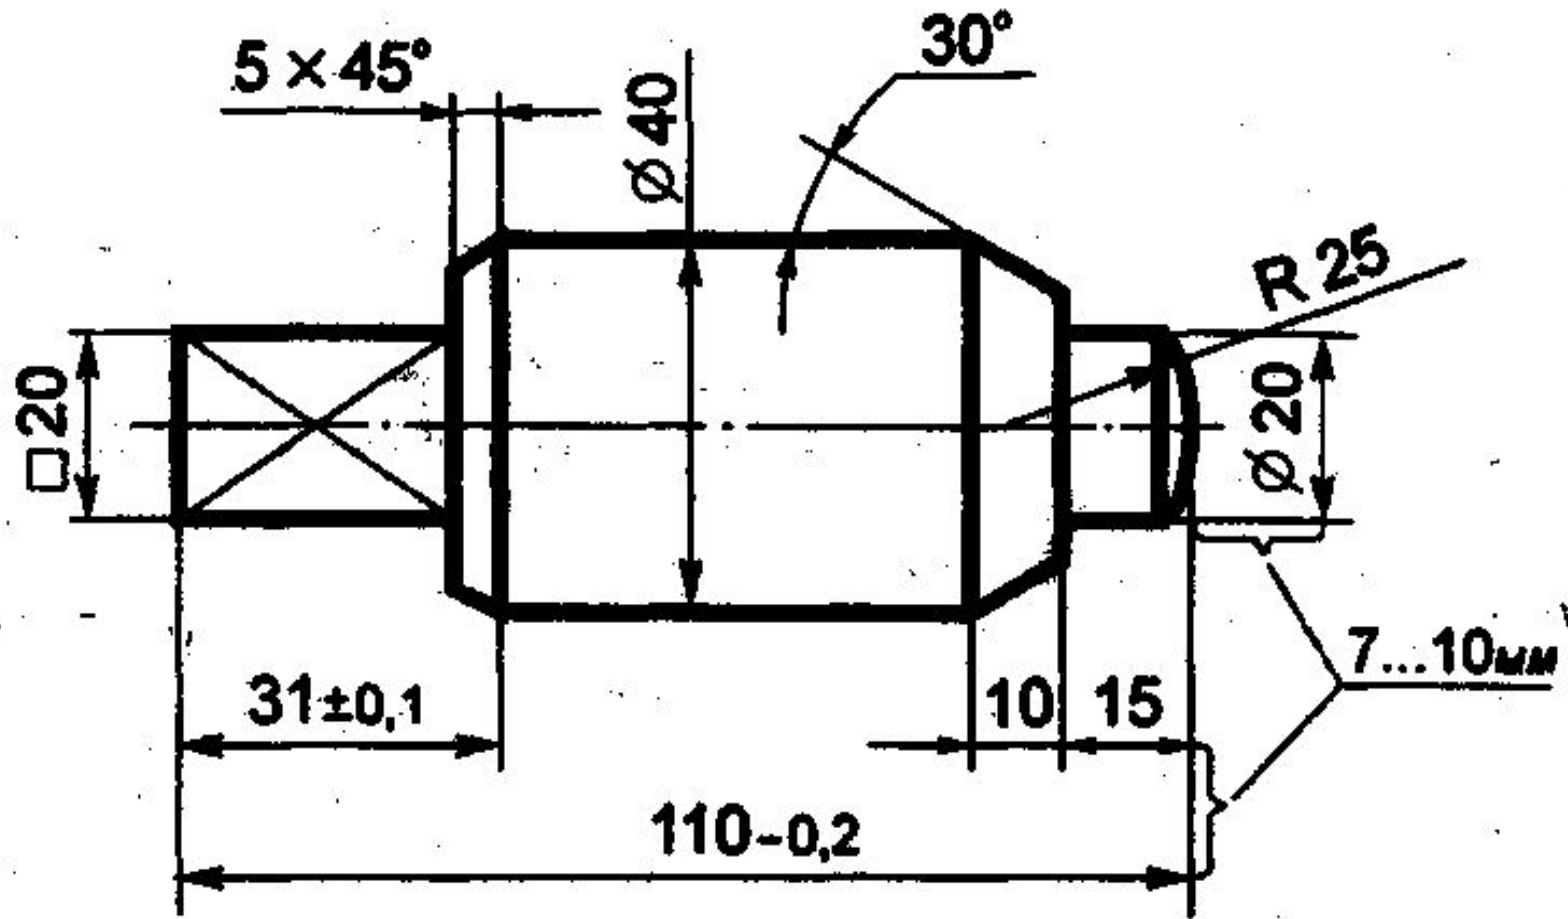

Рис. 4
- Величину изображённой детали можно определять только по размерным числам. Их наносят над размерными линиями возможно ближе к их середине (рис. 4)
- **Размерные линии** ограничивают стрелками, которые остриём должны касаться выносных линий (размеры 110, 30, 15,  $\varnothing 20$  и другие на рис. 4), линий контура (размер  $\varnothing 40$ ) или осевых линий.
- Чтобы размерные линии не пересекались с выносными, меньший размер наносят ближе к изображению, а больший - дальше (размеры 15, 30 и размер 110 на рис. 4).
- Линейные размеры на машиностроительных чертежах указывают в миллиметрах; если размеры нанесены у изображений, то единицы измерений (мм) не проставляют (см. рис.4).
- Для обозначения радиуса перед размерным числом всегда наносят знак R - латинская прописная буква (см. рис. 4). Стрелку наносят с одной стороны (см. рис. 9)